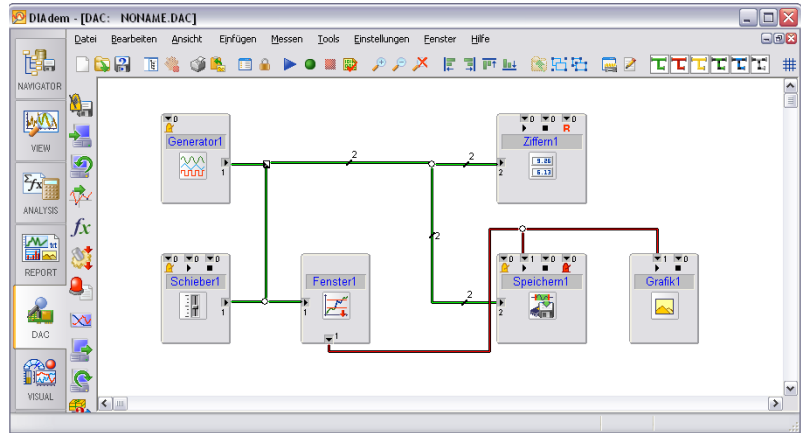

Abbildung 7-5. Erweiterter Schaltplan mit Anzeige der Speicherung
4. Klicken Sie auf die rote Steuerleitung am Speichernblock und ziehen Sie wie in Abbildung 7-5 eine Leitung zum Steuereingang am oberen Rand von **Grafik1**.